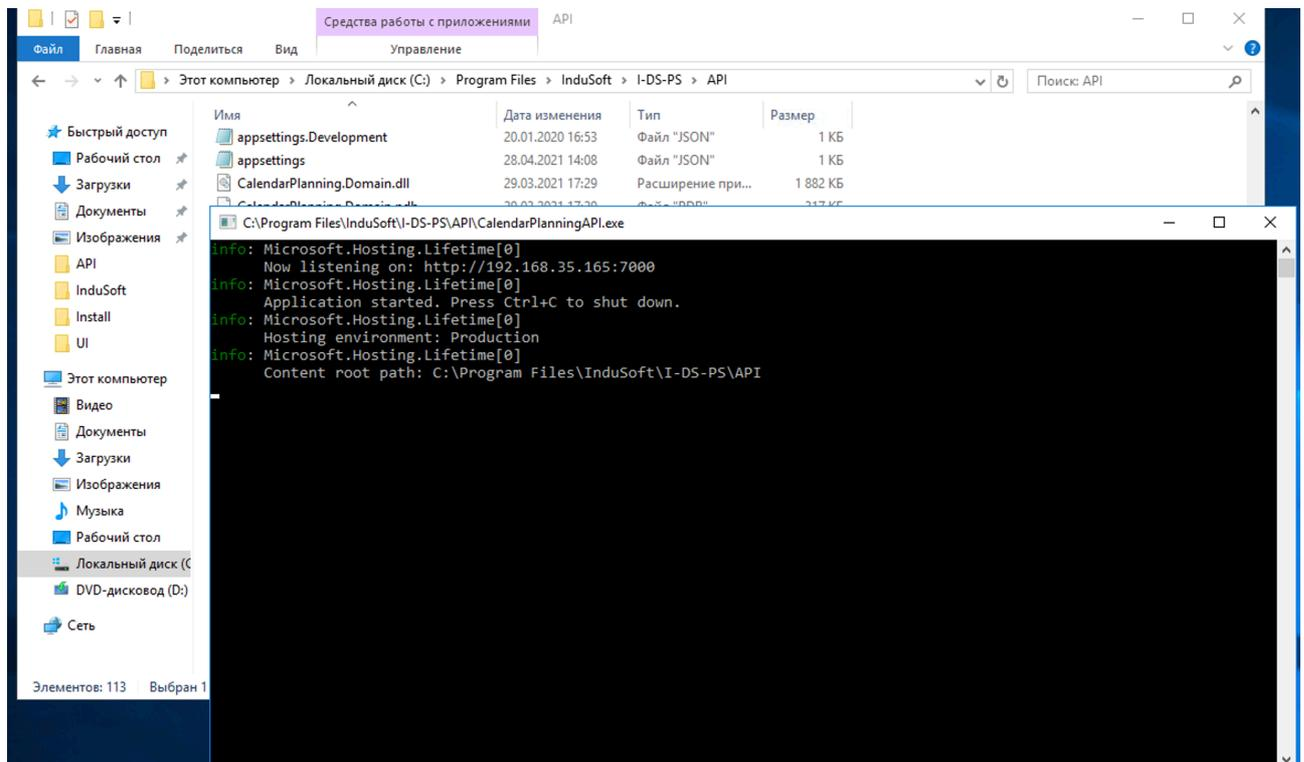

Рисунок 6.4 Работа службы серверной части
4. В результате успешного запуска появляется консольное окно с информацией о работе службы Рисунок 6.4 Работа службы серверной части. Закрытие окна приведет к завершению работы серверной части.